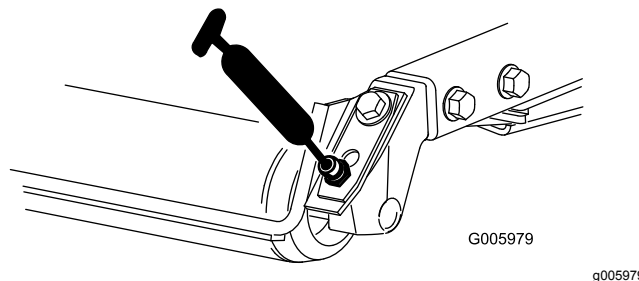

図 26
- 後ローラのベアリング 各カッティングユニットに2ヶ所 図 26